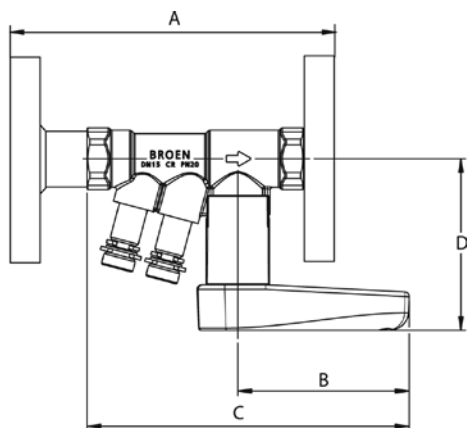

Рис. 18. Клапан БРОЕН Venturi FODRV DN 015-050 фланцевый
**Таблица 1.5. Артикулы и установочные размеры для фланцевых клапанов БРОЕН Venturi FODRV DN015-050 (рис.18):**